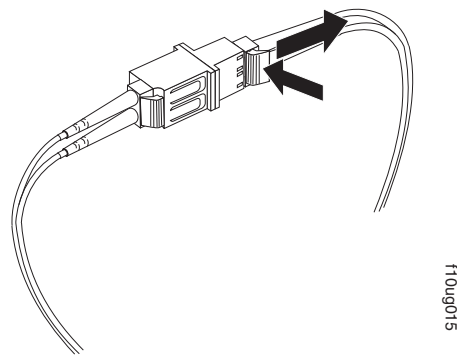

図 41. LC-SC ファイバー・チャネル・ケーブル・アダプターからの LC-LC ファイバー・チャネル・ケーブルの取り外し
2. コネクターを慎重に引っ張って取り外します。図 41 に示すように、LC-SC ケーブル・アダプターから LC-LC ケーブルを取り外すときには、ケーブルではなくコネクターをつかむようにしてください。